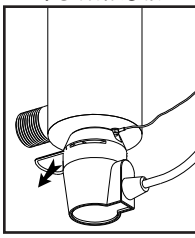

FIGURE 2A
1. Pour remplacer la lampe, il n'est PAS nécessaire de déconnecter le système de la canalisation d'eau, ni de vidanger la chambre du réacteur. NE PAS FAIRE COULER L'EAU DURANT CE PROCESSUS. Le remplacement de la lampe est une opération simple et rapide, qui ne nécessite aucun outillage spécial. Pour garantir une désinfection adéquate, on doit remplacer la lampe UV à intervalles de 9 000 heures de service continu (environ 1 an). Interrompre l'alimentation électrique et laisser le processus de mise hors-tension s'exécuter pendant 30 secondes. Enlever le connecteur en retirant la bague métallique de retenue (Figure 2A) de la chambre du réacteur. Lorsque la lampe devient visible, séparer la lampe du connecteur (Figure 2B). Il suffit de séparer les deux composants – ne pas effectuer un mouvement de torsion entre la lampe et le connecteur. Éviter de toucher la surface de verre de la lampe. Il est acceptable de manipuler la lampe par les extrémités de céramique; cependant, s'il est nécessaire de toucher le tube de verre, porter des gants ou utiliser un linges doux. Retirer complètement la lampe de la chambre du réacteur; en veillant à ne pas incliner la lampe par rapport au réacteur; si la lampe est inclinée, une pression est exercée à l'intérieur du manchon de quartz, et ceci provoquera le bris du manchon.